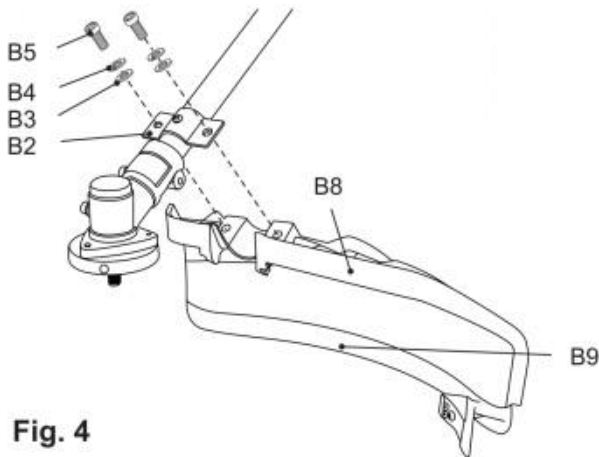

Fig. 4
21) Sichern Sie die Verbindung mit Schrauben (B5) , Federscheiben ((B4)) und Unterlegscheiben (B3) mit dem Werkzeug (E4) (Abb. 4).